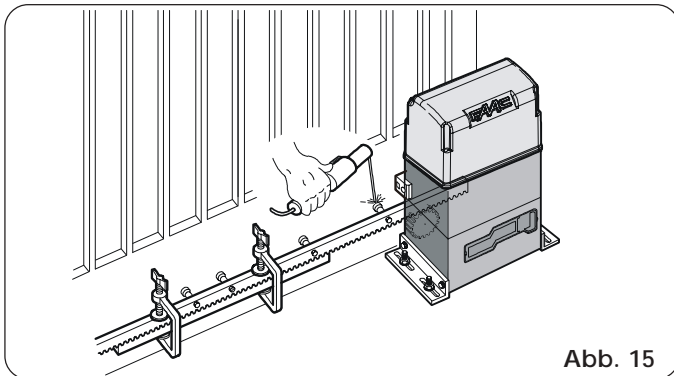

Abb. 15
- 5) Ein weiteres Element der Zahnstange an das vorhergehende anlegen, wie in Abb. 15 gezeigt, um die Verzahnung der beiden Elemente in Phase zu bringen.